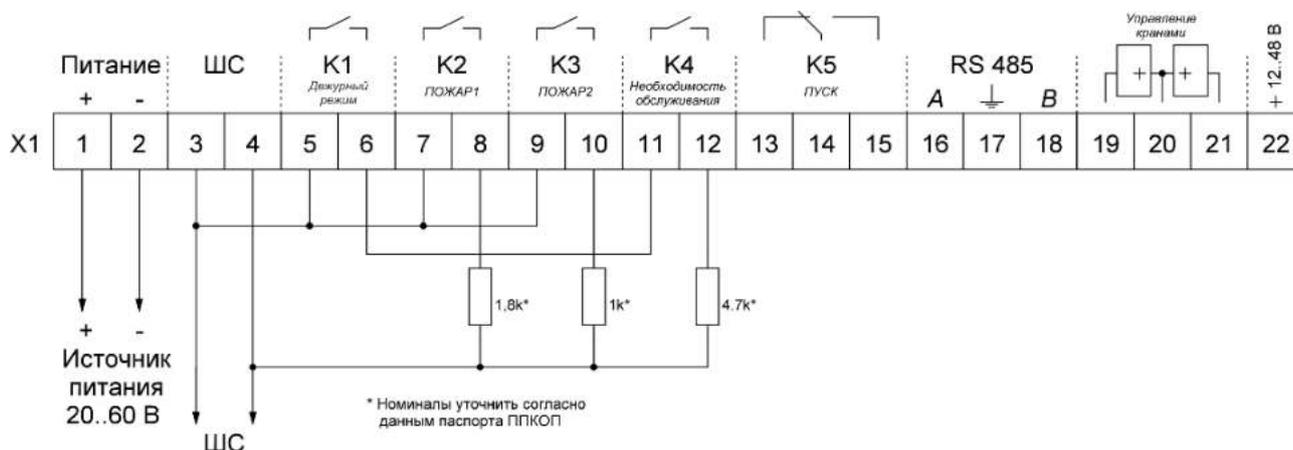

Рисунок 17 – Схема подключения с обобщенным сигналом об обслуживании
19.2 Схема подключения ИПА к ПЦН с уменьшением сопротивления ШС при формировании извещений «Пожар 1», «Пожар 2» с обобщенным сигналом о неисправности при необходимости обслуживания извещателя (рисунок 17).